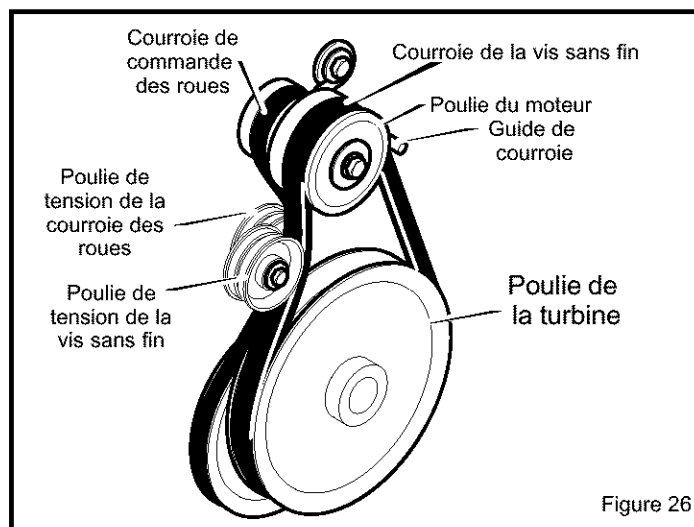

Figure 26
3. Desserrer les **guides de courroie** et les écarter de la poulie de tension (voir Figure 26).
### Courroie de commande des roues (voir Figure 26)